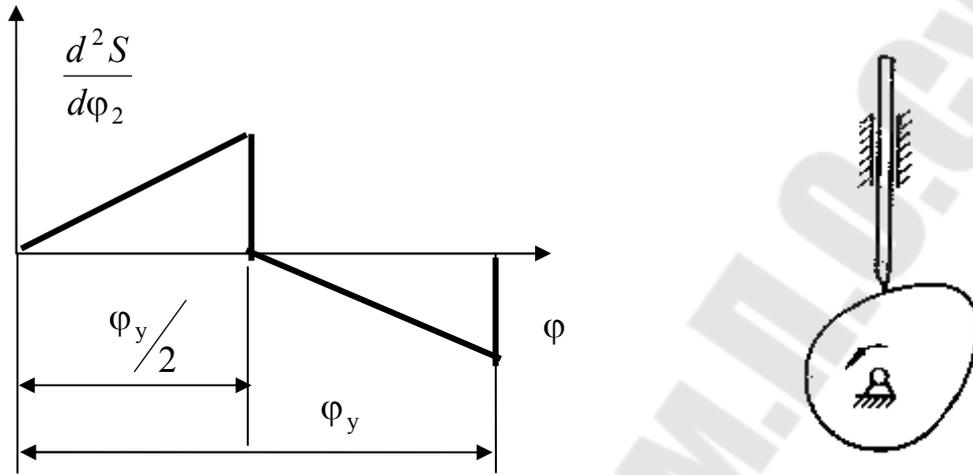

Рис. 5.2
2. Определить перемещение толкателя кулачкового механизма (рис.5.2) графическим и аналитическим методами при повороте кулачка на угол  $\varphi$ , если угол удаления  $\varphi_y$  и ход толкателя  $h$ , при заданном законе движения толкателя на угле удаления. Исходные данные приведены в табл. 5.2.